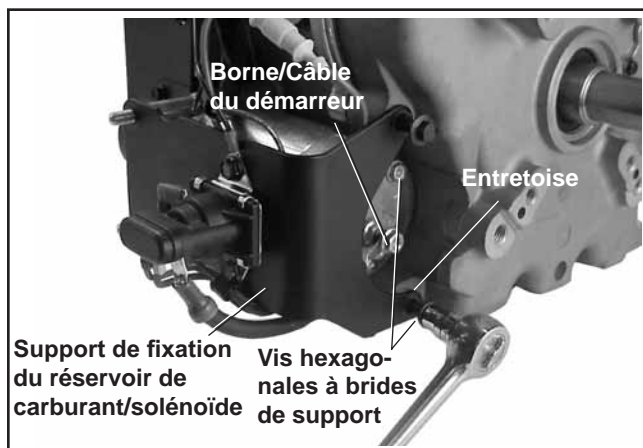

Figure 9-15. Dépose du démarreur électrique Bendix.
2. Si le démarreur est monté sur des goujons avec un réservoir de carburant/support solénoïde. Voir la figure 9-15.
- a. Retirer les deux vis hexagonales à brides à travers la plaque de fermeture. Noter l'installation de la rondelle d'entretoise derrière le support sur la vis inférieure. Voir la figure 9-15.